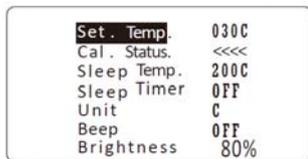

图7
3.3 当 Cal. Status 显示“<<<<”(见图7), 表示焊台温度已被校准过, 温度已向下调整。